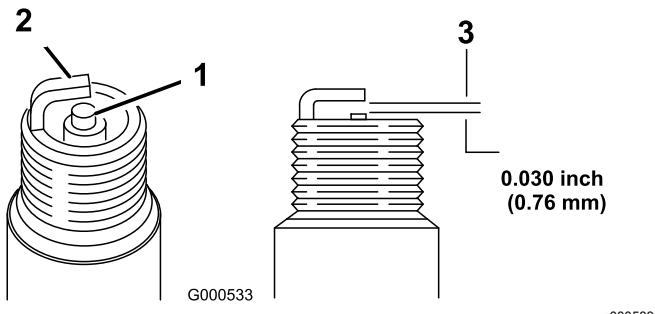

Figura 27
- Impostate la luce sul tappo a 0,76 mm, fate riferimento a (Figura 27).